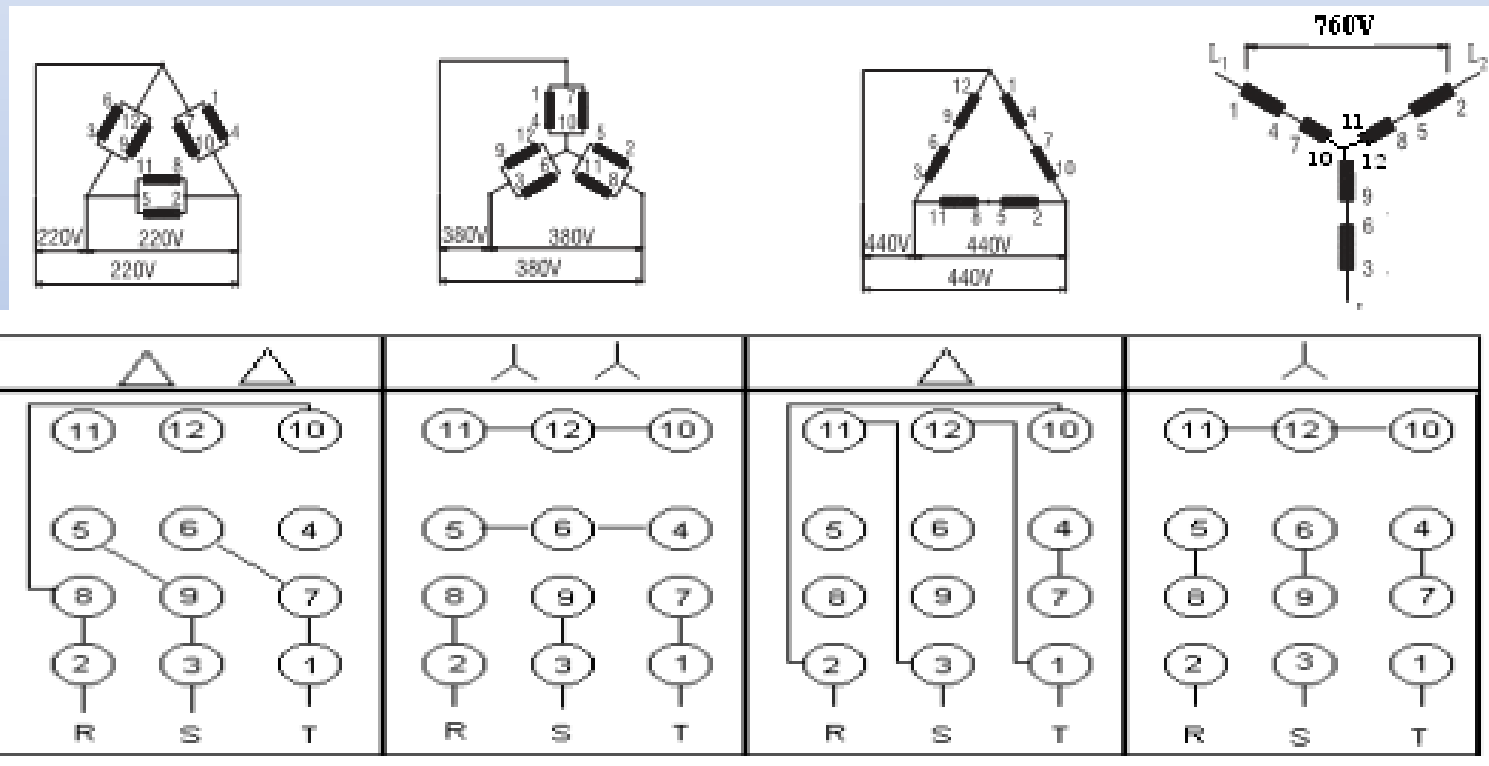

Fig. 2.2 – Ligações estrela – triângulo em um motor de 12 terminais
- ❖ A Fig. 2.2 mostra a associação de bobinas em  $\Delta$  e em Y para um motor de 6 terminais (pontas). A numeração apresentada é um padrão comumente usado.